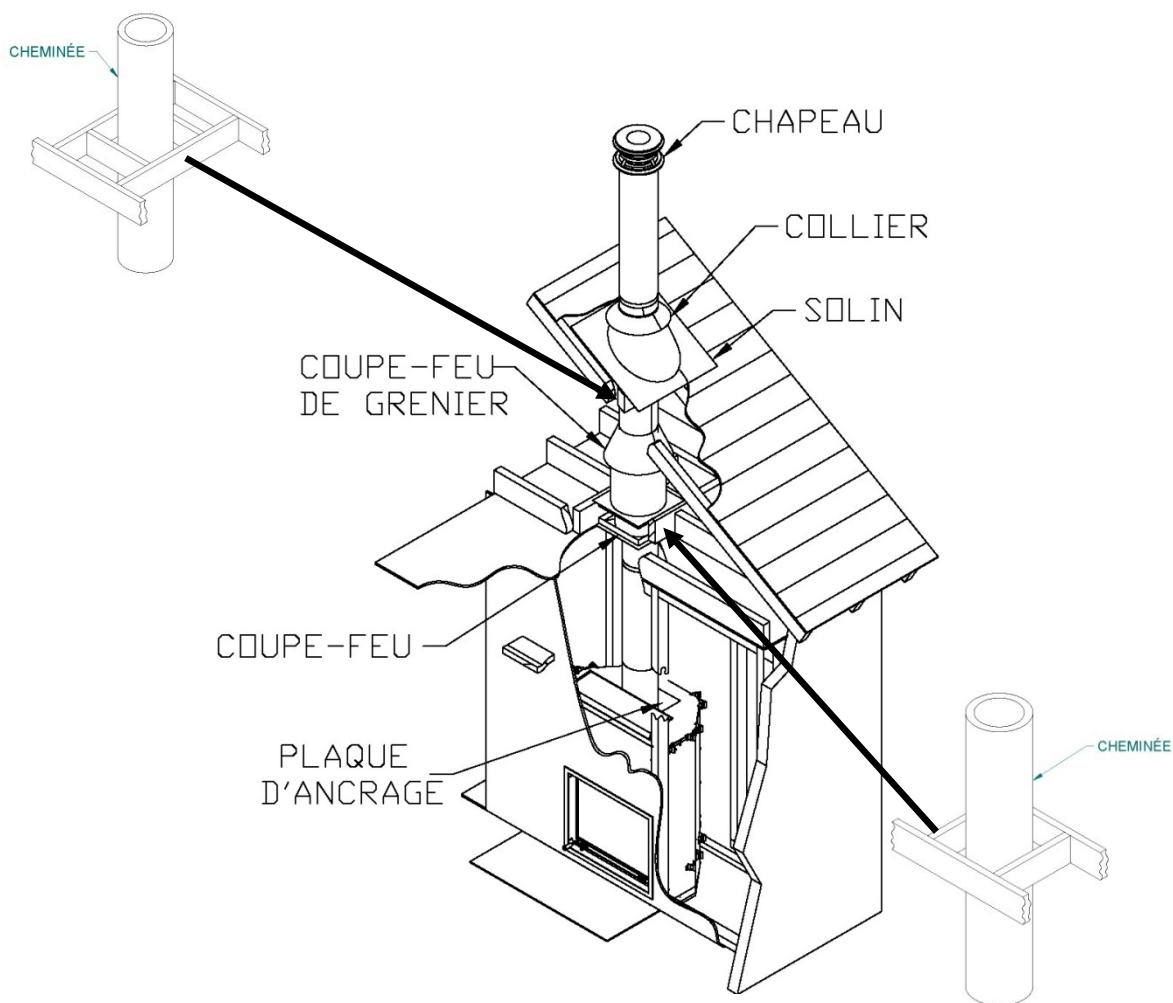

Figure 33
2. En vous plaçant sous le plafond, installez un coupe-feu fourni par le fabricant de la cheminée à chaque étage où passera la cheminée. Placez-vous dans le grenier, pour installer un coupe-feu de grenier (voir **Figure 33**).
3. En suivant les instructions du fabricant de cheminée, placez la première section de cheminée sur le foyer. Pour toutes les cheminées, vous devez utiliser une plaque d'ancrage fournie par le fabricant de la cheminée avant d'installer la première section de cheminée (voir Figure 33). Continuez à installer des sections de cheminée en vous assurant de verrouiller chaque section en place selon les instructions du fabricant de cheminée. Généralement il est recommandé de sécuriser les sections de cheminée avec trois (3) vis à métal de 1/2" (12 mm).
5. Placez en suite le solin de toit et scellez le joint entre le toit et le solin avec du goudron à toiture (voir **Figure 33**). Sur un toit en pente, insérez le solin sous le bardeau supérieur et par-dessus les bardeaux inférieurs. Clouez le solin en utilisant du clou à bardeau.